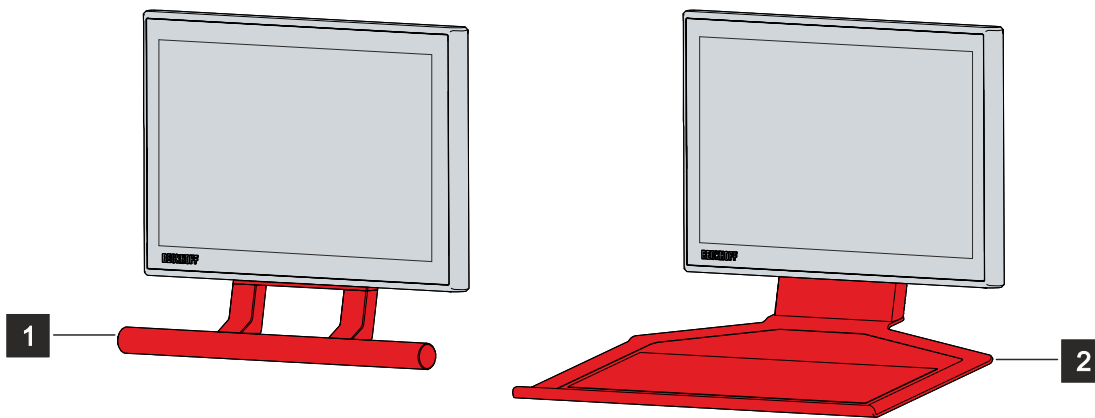

Abb. 30: Griff und Ablage
Sowohl den Griff (1) als auch die Ablage (2) montieren Sie an der Unterseite des Panel-PCs anhand von drei M5-Schrauben. Dafür sind drei M5-Gewindelöcher vorhanden (siehe Abb. 30).